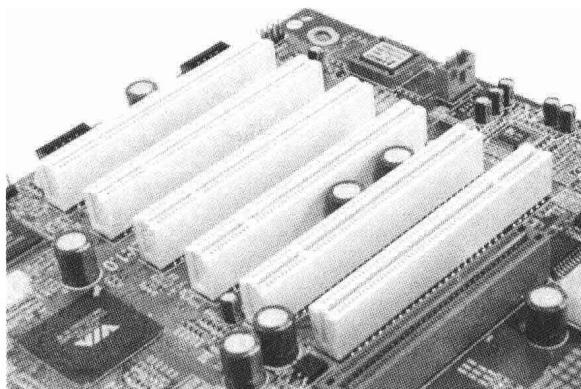

图 1-14 PCI 接口
(1) PCI 总线是高速同步总线，具有 32 位总线宽度，工作频率为 33MHz ，最大传输速率为 133MB/s ，如图 1-14 所示。